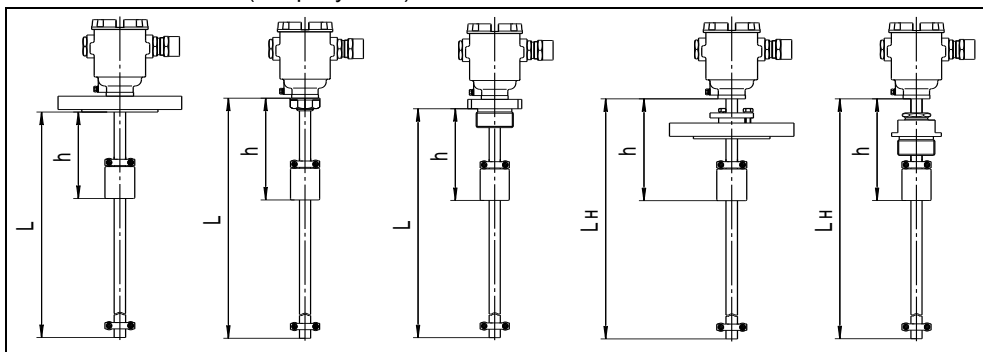

Рисунок 4
1.4.5 Преобразователи могут изготавливаться с длиной направляющей в соответствии с 1.2.2 (см. рисунок 4).
В случае, если нет необходимости измерять уровень по всей длине направляющей, то для уменьшения стоимости преобразователя целесообразно при заказе указывать в условном обозначении преобразователя скорректированное значение верхней неизмеряемой зоны h (см. рисунок 4).
Для вариантов исполнения преобразователя с регулируемым устройством крепления длина направляющей L_n и скорректированная величина верхней неизмеряемой зоны h указывается с учётом требуемого отступа устройства крепления от корпуса (см. рисунок 4).